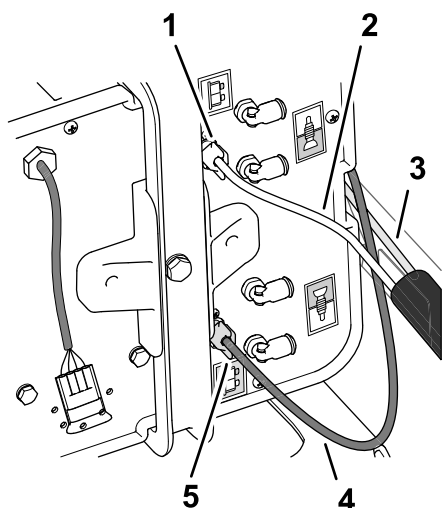

Figura 5
3. Disponete l'estremità libera del tubo trasparente da 92 cm dal raccordo del tappo al raccordo sul lato del compressore con il dado di compressione bianco (Figura 4 e Figura 5).
4. Rimuovete il dado di compressione bianco (Figura 5) e montatelo sul tubo trasparente da 92 cm.
5. Montate il tubo trasparente e il dado di compressione bianco sul raccordo sul lato del compressore e serrate il dado di compressione bianco manualmente (Figura 5).
6. Rimuovete il dado di compressione blu dal raccordo sul lato del compressore (Figura 5).
7. Montate il dado di compressione blu sul tubo blu (Figura 5) dei tubi di densità della schiuma da 4,9 m.
8. Montate il tubo blu e il dado di compressione blu sul raccordo sul lato del compressore e serrate il dado di compressione blu manualmente (Figura 5).